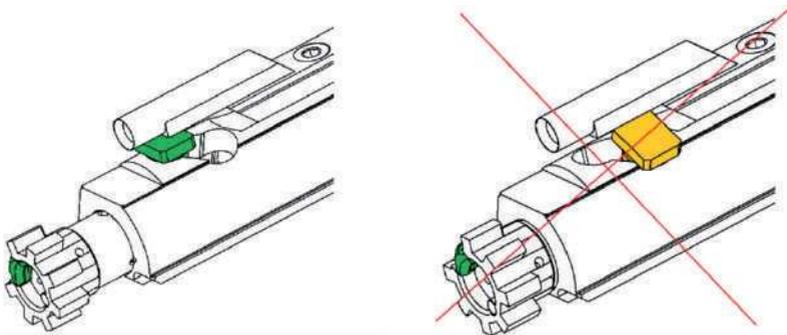

Рис. 95. Положення деталей затворної рами під час збирання з рамою верхньою
3. Приєднати затворну раму із затвором у зборі до верхньої рами ствольної коробки, для цього взяти верхню раму ствольної коробки в одну руку, а другою рукою вставити в пази рами важіль перезарядження, просунувши його вперед на половину ходу. Далі ввести затворну раму із затвором у зборі в раму верхню ствольної коробки так, щоб газоприймач затворної рами увійшов до повздовжнього пазу руків'я перезарядження. Дослати затворну раму із затвором у зборі в крайнє переднє положення, поки затвор не закриється, а руків'я перезарядження не зачепиться гачком фіксатора за спеціальний паз. Під час встановлення затворної рами затвор має бути у крайньому передньому положенні, інакше палець затвора заважатиме збиранню (рис. 95).